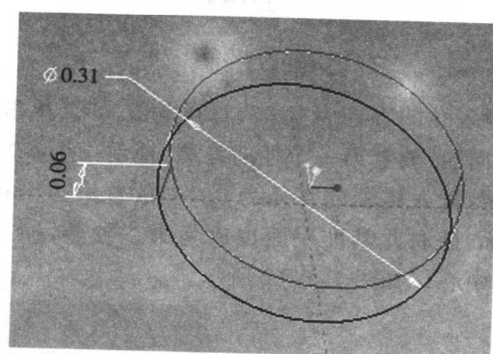

图 1.1.14
Step3: 返回“拉伸”操控板,输入厚度值 0.06,单击确定完成特征的创建。如图 1.1.14 所示。